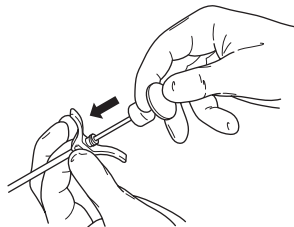

Figura 5: Inyecte el material de cementación mediante el obturador de cementación
- Utilizando guía fluoroscópica, inyecte el material de expansión ósea mediante el obturador de cementación (figura 5).